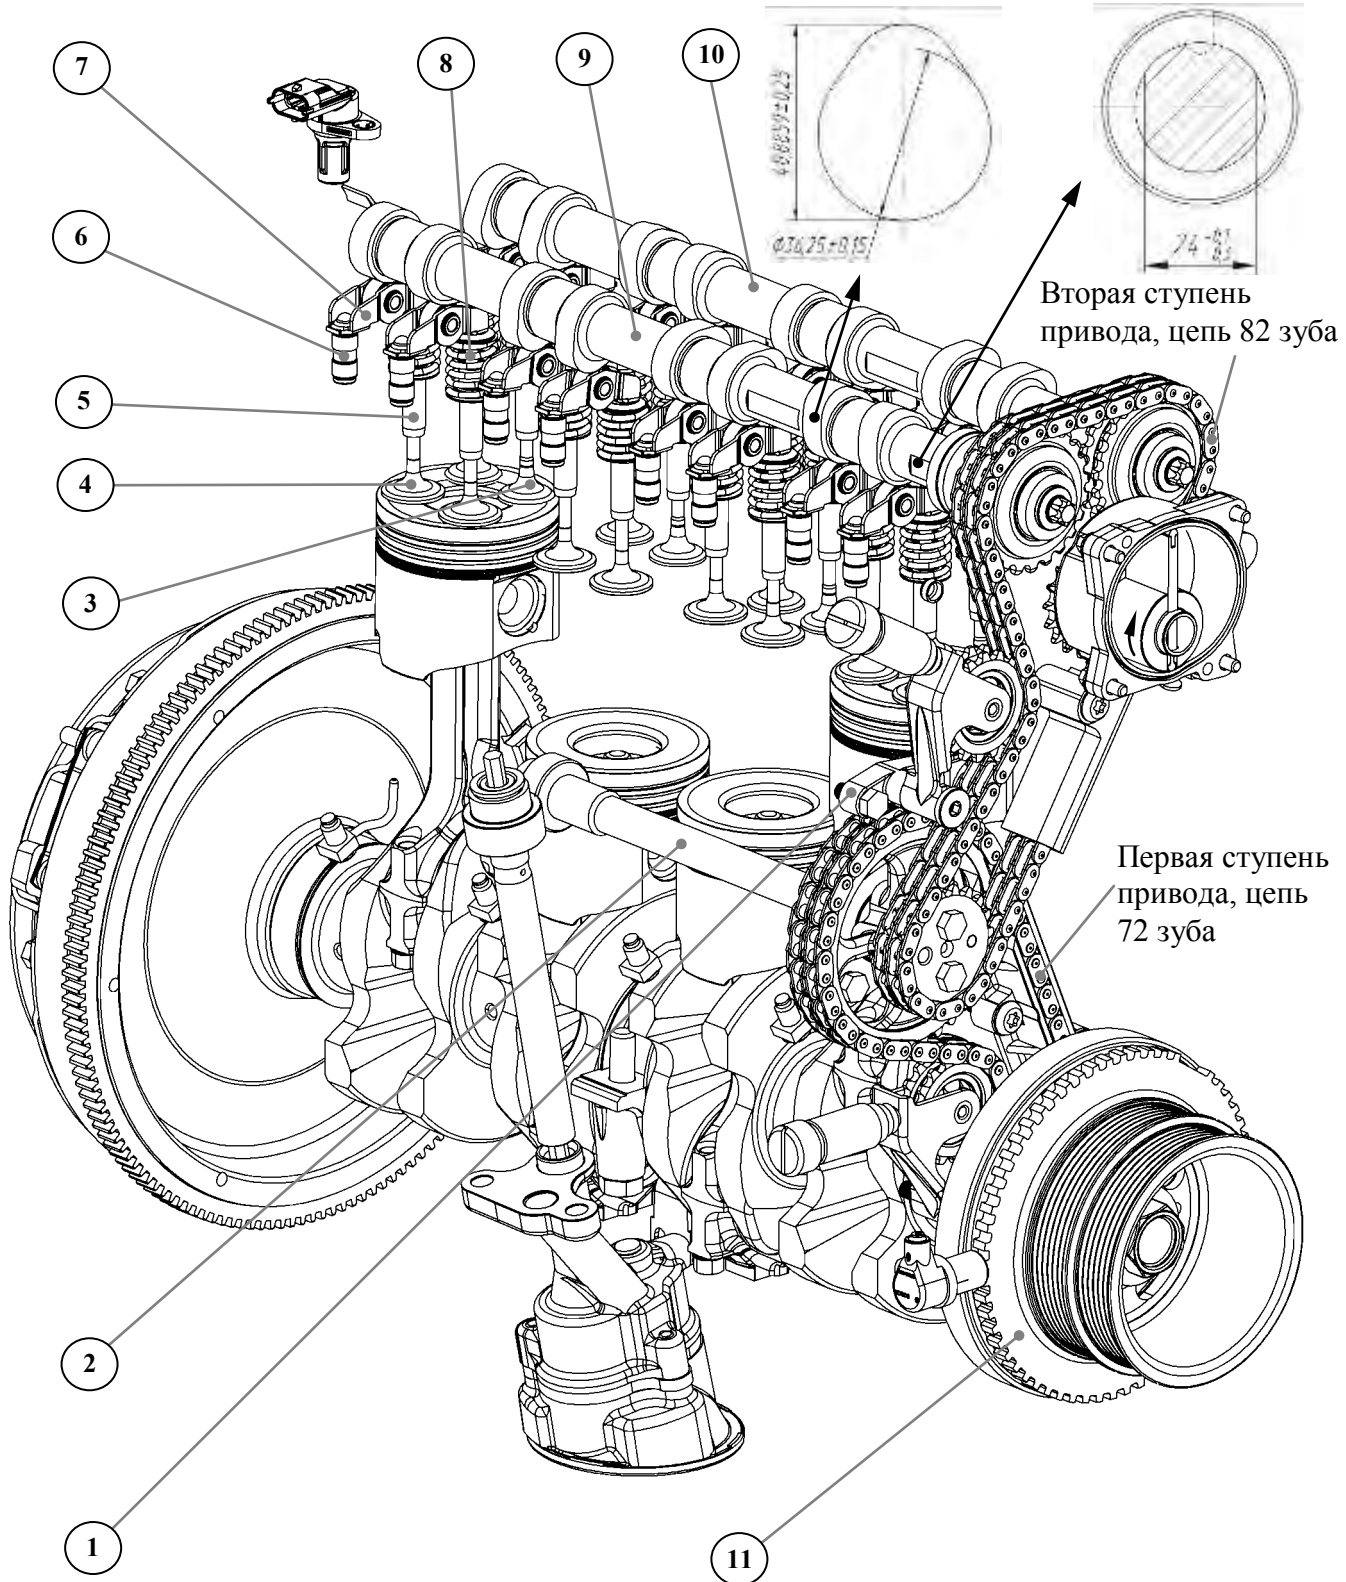
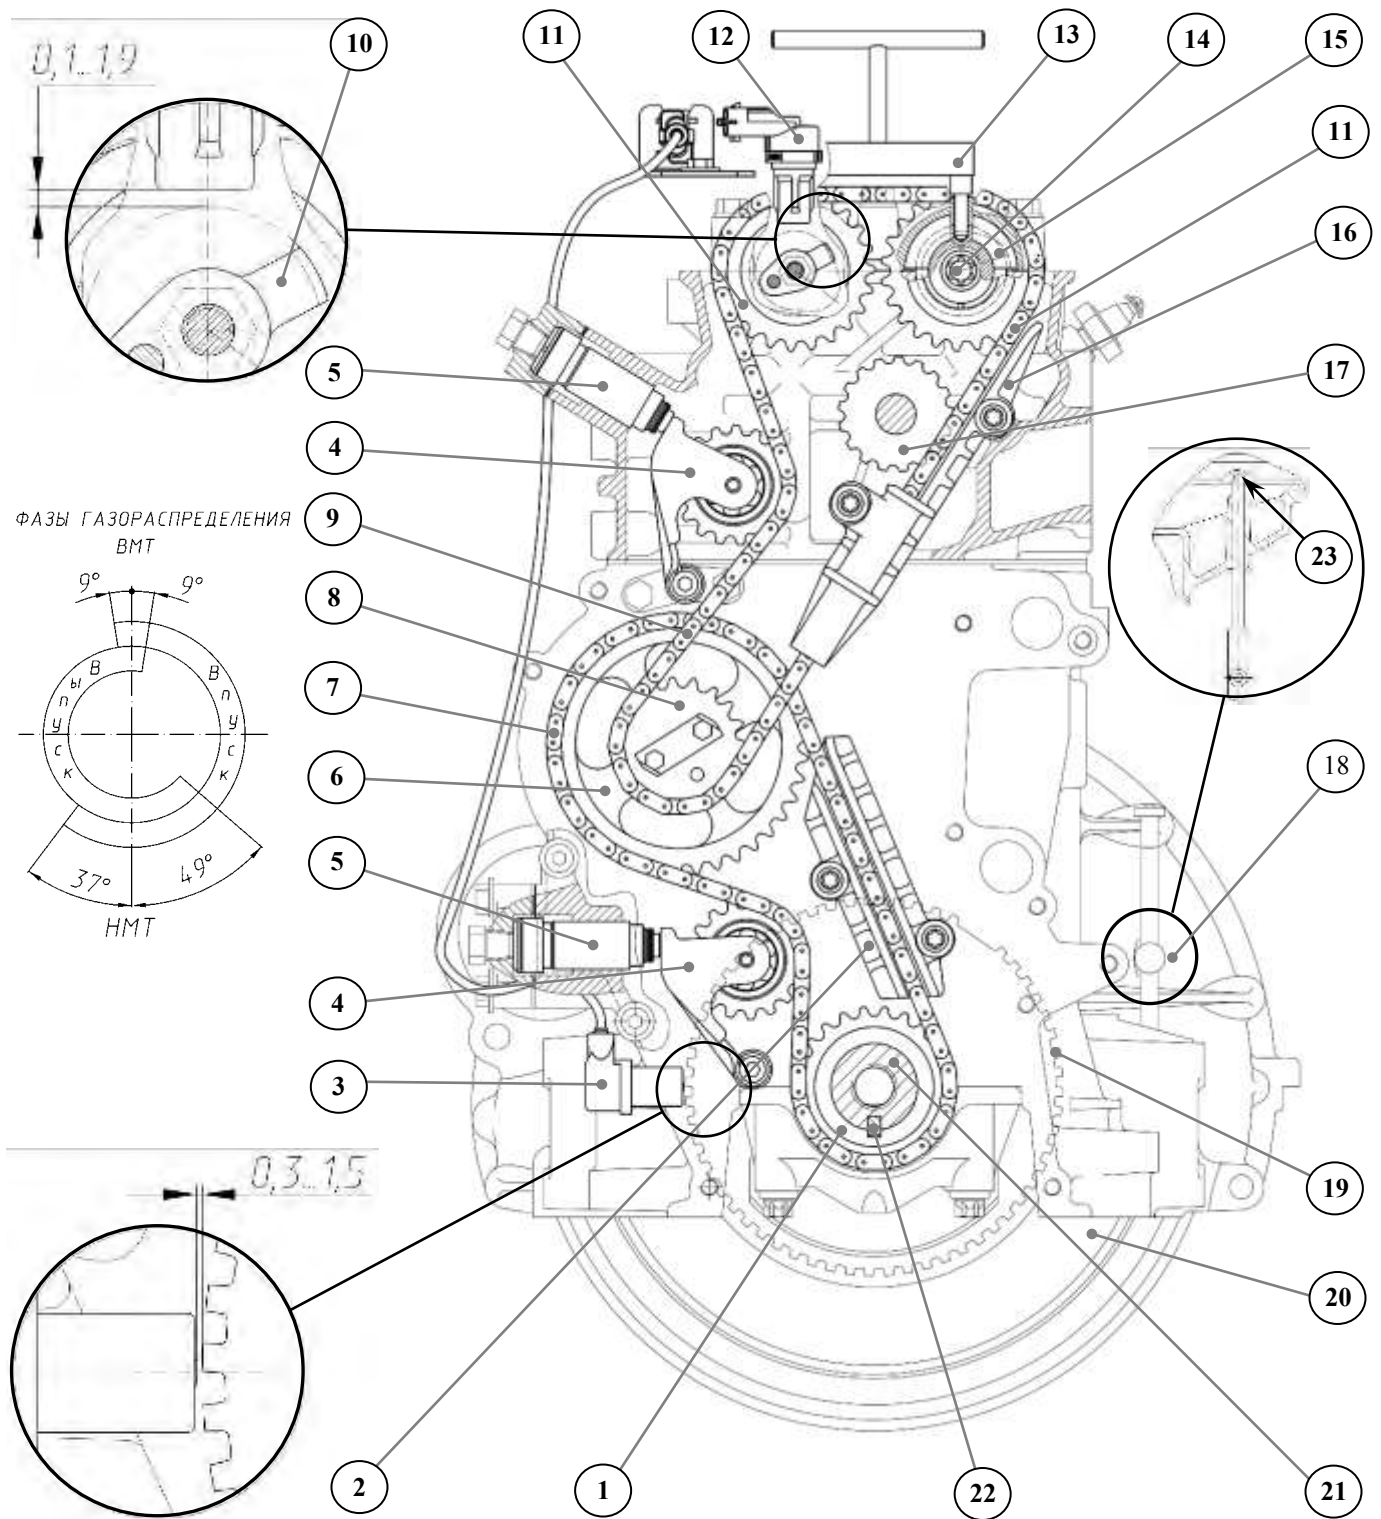

Рис.21. Общий вид привода газораспределительного механизма (распределительных валов)
Рис.22. Привод распределительных валов:
**Привод распределительных валов** (рис.21 и рис.22) – цепной, двухступенчатый. Привод включает в себя: звездочку 1 коленчатого вала (23 зуба), ведомую 6 (38 зубьев) и ведущую 8 (19 зубьев) звездочки промежуточного вала, звездочки 11 распределительных валов (23 зуба), две цепи 7 и 9 (72 звена - нижняя и 82 звена - верхняя), гидронатяжители 5, рычаги натяжных устройств 4 со звездочками, успокоители цепей 2 и 16.
Двигатель имеет два распределительных вала 9 и 10 (рис.21) для привода впускных и выпускных клапанов. Кулачки впускного и выпускного распределительных валов имеют разный профиль. Для отличия валов на их задних торцах выбита маркировка: впускной – «ВП», выпускной – «ВЫП».